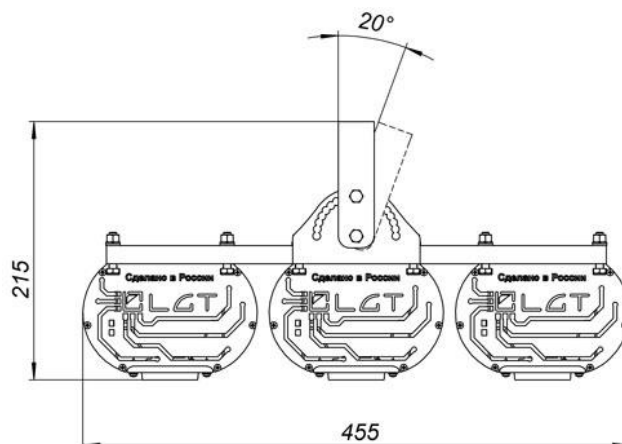

Рис. 9
6.7.7 Установить светильник под необходимым углом к освещаемому объекту и зафиксировать положение светильника с помощью винта М6. Шаг угла наклона 10 град. Максимальный угол поворота крепления потолочного на светильнике 40° (Рис. 9).